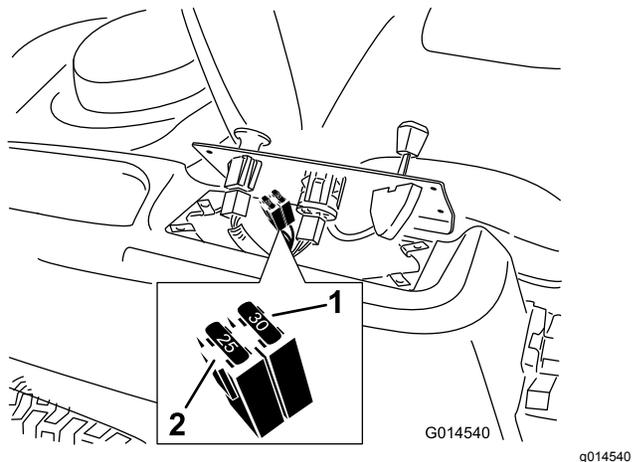

Figure 39
- Soulevez le panneau de commande pour accéder au faisceau de câblage principal et au porte-fusibles (Figure 39).
- Pour remplacer un fusible, tirez dessus pour l'enlever (Figure 39).